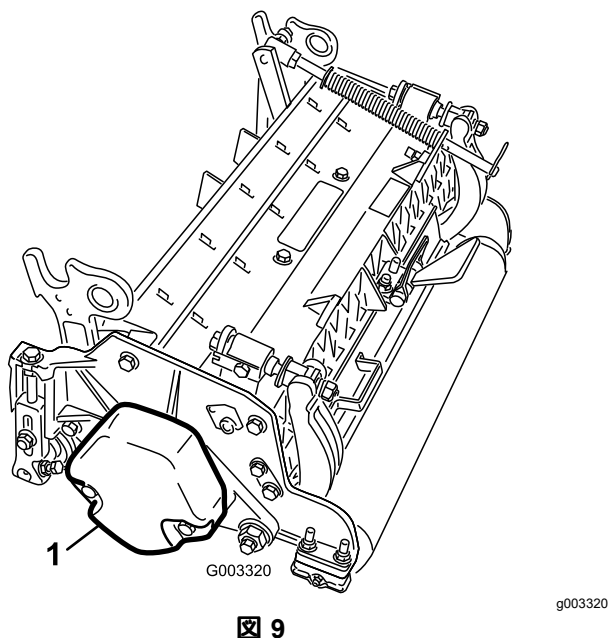

図 9
5. カウンタウェイト(図 9)を、決められている側に取り付けるカッティングユニットのオペレーターズマニュアルを参照。